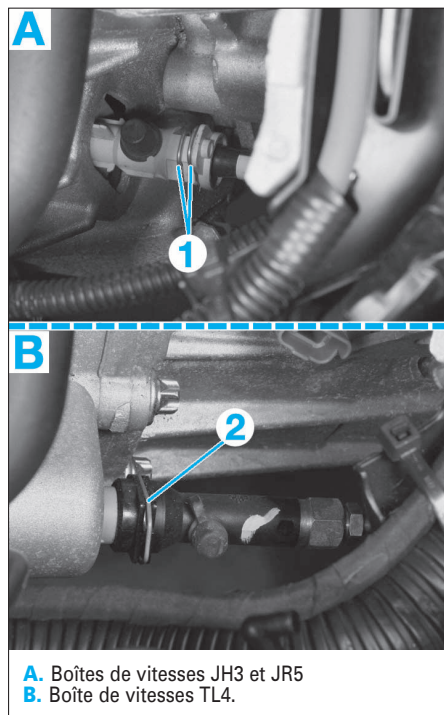

FIG. 6
- Soulever les 2 agrafes (1) ou appuyer sur l'agrafe (2) de la canalisation du cylindre récepteur sur la boîte de vitesses (Fig.6) puis débrancher la canalisation en la tirant en arrière.